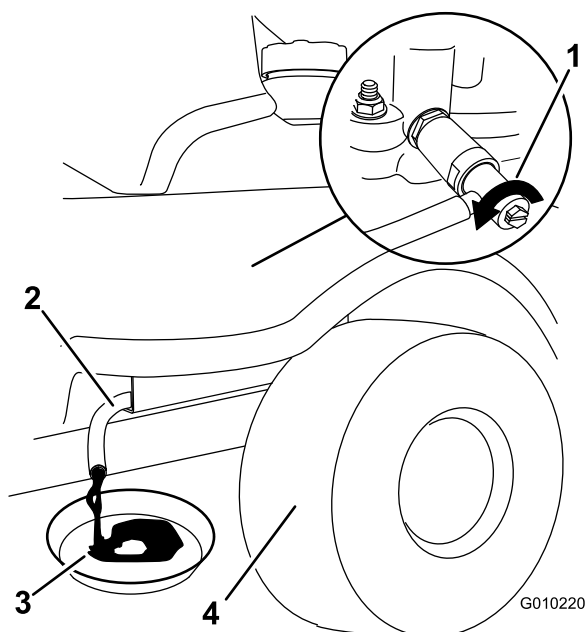

Bild 37
6. Stellen Sie ein Auffanggefäß unter den Ablassschlauch. Öffnen Sie das Ölablassventil, um das Öl abzulassen (Bild 37).
8. Entfernen Sie den Ablassschlauch (Bild 37).